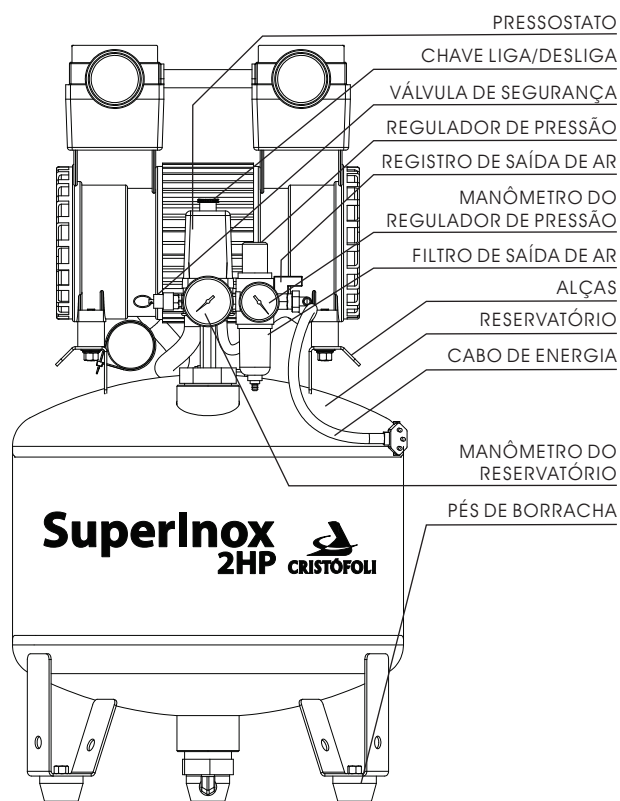

Fig. 1
- 3 - Conecte a mangueira de ar de seu equipamento ao registro de saída de ar do compressor (Fig. 1, pág. 6).
- ▶ **PRESSOSTATO (SENSOR DE PRESSÃO)** - Dispositivo responsável por regular os limites máximos e mínimos da pressão de trabalho do compressor (Fig. 1, pág. 6);
- ▶ **VÁLVULA DE SEGURANÇA** - Válvula que entra em funcionamento para a liberação de pressão caso haja falha do pressostato (Fig. 1, pág. 6);
- ▶ Verifique se o registro de drenagem e de saída de ar para o consultório estão fechados (Figs. 1 e 2, pág. 6).
- ▶ Ligue o equipamento na chave liga/desliga localizada sobre o pressostato para a posição **I** (ligado) (Fig. 1, pág. 6).
- ▶ Ao entrar em funcionamento, o pino do filtro de saída de ar (Fig. 1, pág. 6) ficará aberto e emitirá um ruído de vazamento de ar, à medida em que a pressão do reservatório aumentar, o pino fechará o filtro automaticamente. Consulte “*Manutenção Preventiva*” (Pág. 9).
- ▶ Verifique se a pressão exibida no manômetro do regulador de pressão (menor) está marcando 0,5 MPa / 5 bar / 72,5 psi ou 5,1 kgf/cm2, então abra o registro de saída de ar (Fig. 1, pág. 6).
Drenagem da água do filtro de saída de ar: Se houver água no interior do filtro de saída de ar (Fig. 1, pág. 6), faça a drenagem manualmente empurrando o pino para cima. Esse procedimento poderá ser feito com o reservatório pressurizado. A drenagem do filtro também ocorrerá de forma automática sempre que o reservatório for esvaziado completamente, assim, recomendamos que ao final do dia de trabalho, o reservatório seja esvaziado para que essa drenagem ocorra. Elementos filtrantes adicionais podem ser adquiridos através da Rede de Assistência Técnica Autorizada Cristófoli.